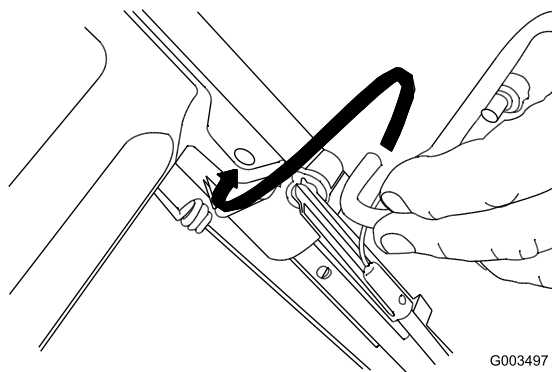

Figura 3
1. Instale la barra de control de la cuchilla en el manillar superior (Figura 3).